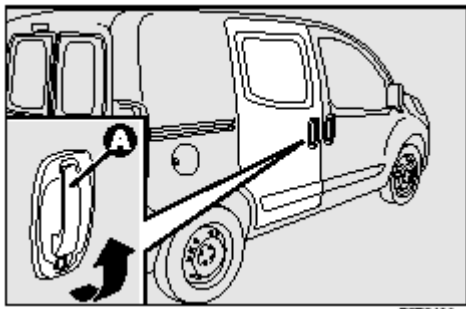

Рис. 70
**Как открыть дверь снаружи.** Повернуть металлическую часть ключа в замке и потянуть ручку **A - рис. 70** в направлении, указанном стрелкой, затем направить дверь к задней части автомобиля до фиксатора, который их фиксирует, когда они полностью открыты.
**Как закрыть дверь снаружи:** нажать на наружную ручку **A - рис. 70** и потянуть ее к передней части автомобиля. Повернуть металлическую часть ключа в положение закрыть